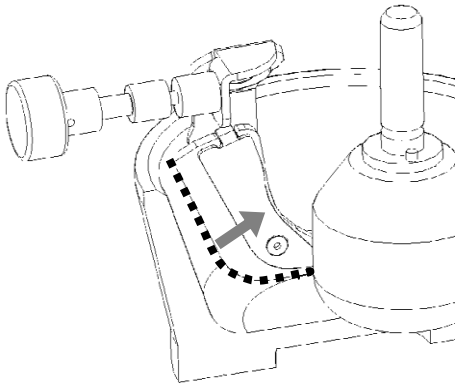

Fig.9
- Tramite la sua asola, è possibile regolare il raschiatore lievemente in avanti o all'indietro. Prima di fissare la vite, spostare all'indietro il raschiatore. **Fig.9.**